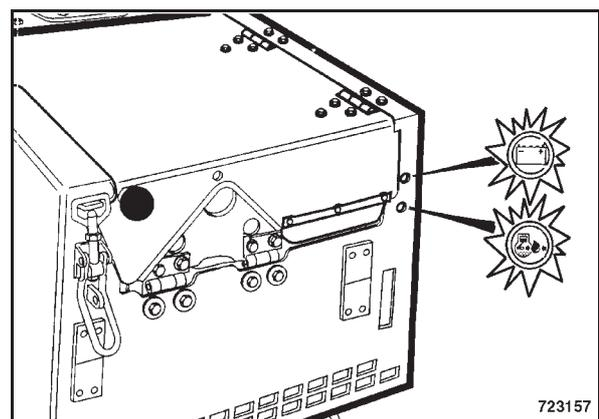

Bild 36
- Ladekontrollleuchte und Öldruckwarnleuchte (Bild 36) leuchten auf.